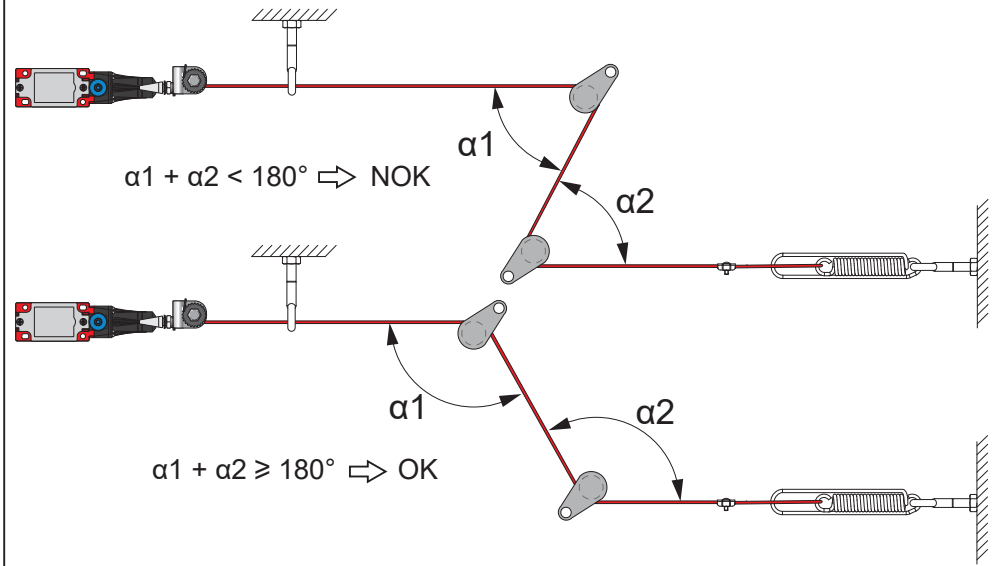

Fig.9 发出跳闸信号
- 拉出按钮 ⑧ 以给设备上支撑：a 此时会听到“咔哒声”，绿色的标签将完全可见 (图 9)。
- 拉动电缆 ⑤ 以让设备跳闸。
- 使用螺丝扣 ⑦ 拧紧电缆 ⑤，直到指示 ⑩ 位于标记 ⑨ 之间